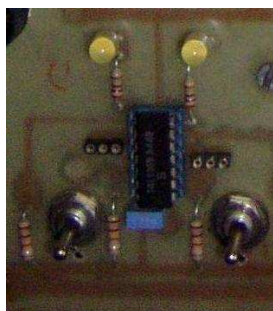

Fig. 1
- b. Due interruttori antirimbalo con diodi LED che consentono di visualizzare lo stato logico degli interruttori (fig. 1);